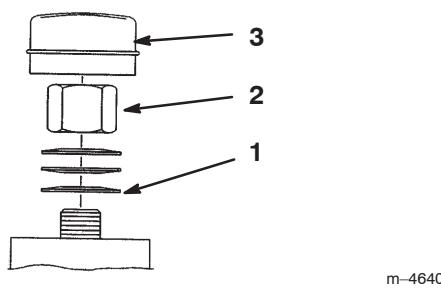

Figure 47
- Retirez le capuchon anti-poussière de la roue et serrez le contre-écrou (Fig. 47).
- Serrez le contre-écrou jusqu'à ce que les rondelles élastiques soient aplaties, puis desserrez-le de 1/4 de tour pour obtenir la précharge correcte des roulements (Fig. 47).
Important Veillez à installer les rondelles comme illustré à la Figure 47.